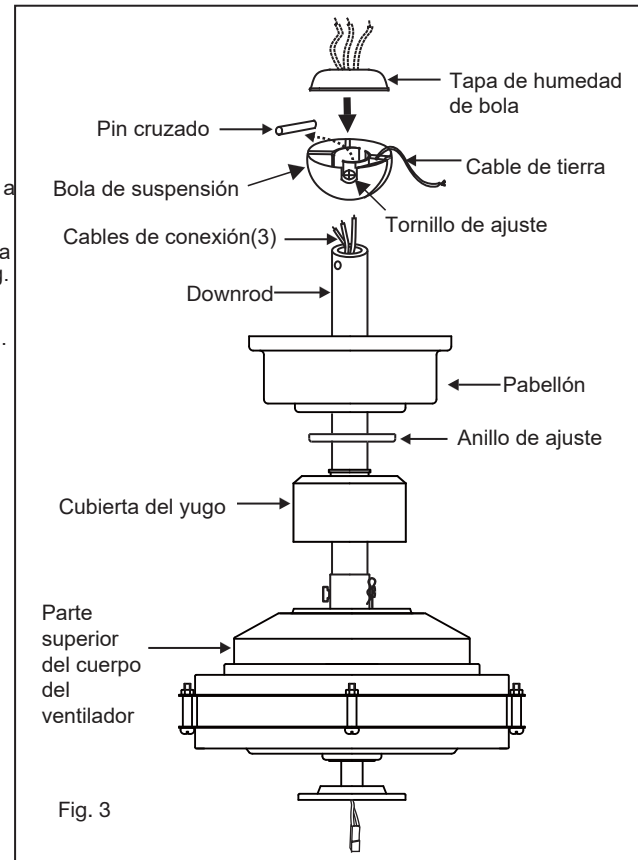

Fig. 3
- 6 Deslice la cubierta del yugo, el anillo de ajuste y la cubierta sobre la varilla. (Fig. 3)
- 8 Pase los alambres a través de los agujeros en la tapa de humedad de la bola de goma y deslice la tapa hacia abajo sobre la parte superior de la bola. (Fig. 3)